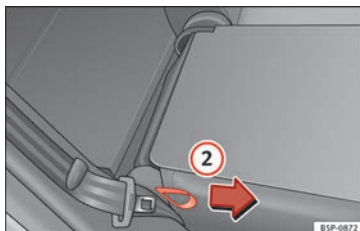

Abb. 82 Rückenlehne der Vordersitze anheben.
- Ziehen Sie die seitliche Zugschleife am Sitz »» Abb. 82 ② in Richtung des Pfeils, bis sie eingerastet.